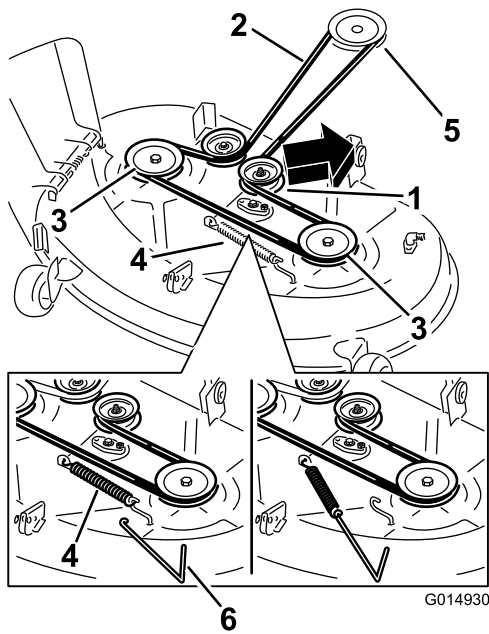
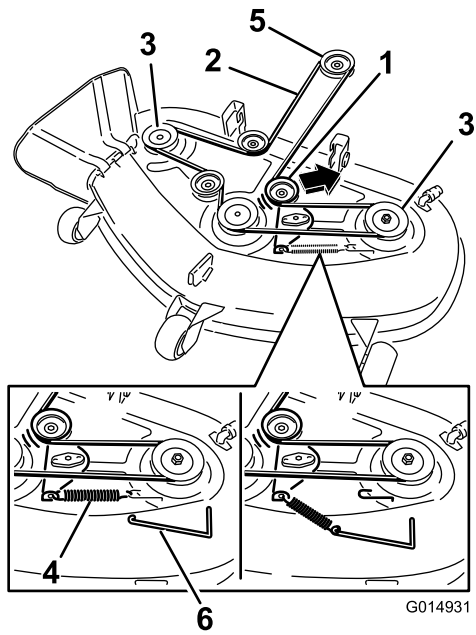

Figure 71
Figure 72
4. À l'aide d'un outil de dépose de ressort, décrochez le ressort du crochet sur le plateau pour éliminer la tension sur la poulie de tension et déchaussez la courroie des poulies (Figure 71 et Figure 72).
- À l'aide d'un outil de dépose de ressort, accrochez le ressort à l'ergot sur le plateau pour tendre la poulie de tension et la courroie de plateau de coupe (Figure 71 et Figure 72).
- Acheminez la courroie neuve autour des poulies du moteur et du plateau de coupe (Figure 72).